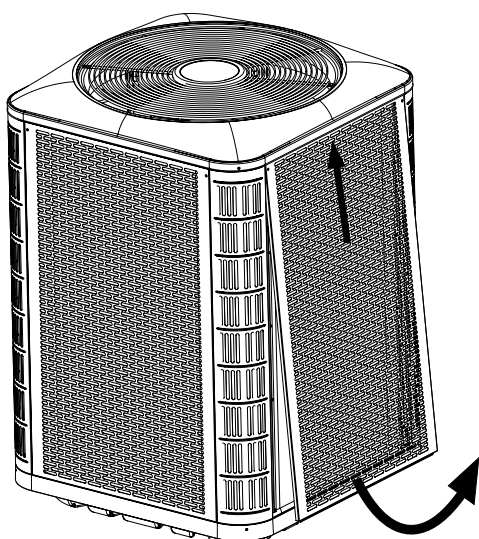
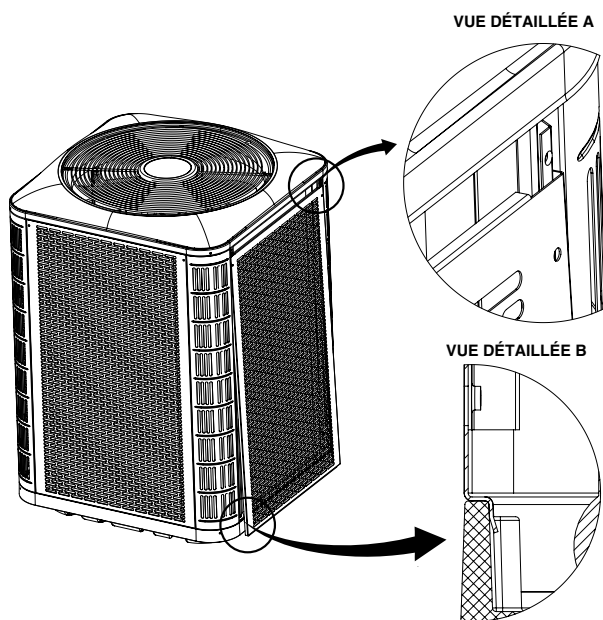

Figure 2. Désassemblage du panneau
Figure 3. Installation du panneau
- Pour accéder aux composantes internes de l'appareil, consultez la Figure 2, \(page 6\) pour désassembler le panneau et la Figure 3, \(page 6\) pour installer le panneau.
2. Glissez le panneau vers le haut et le bac supérieur pour dégager la bride inférieure du bac inférieur. Voyez la Figure 2.
1. Insérez les coins supérieurs des brides latérales du panneau dans les rainures du montant de coin, tel que montré dans la Vue détaillée A à la Figure 3.